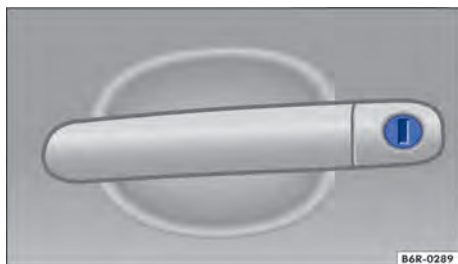

Fig. 47 Maçaneta da porta do condutor com cilindro da fechadura.
- Introduzir a haste da chave na fenda da fechadura e destravar ou travar o veículo → Fig. 47.